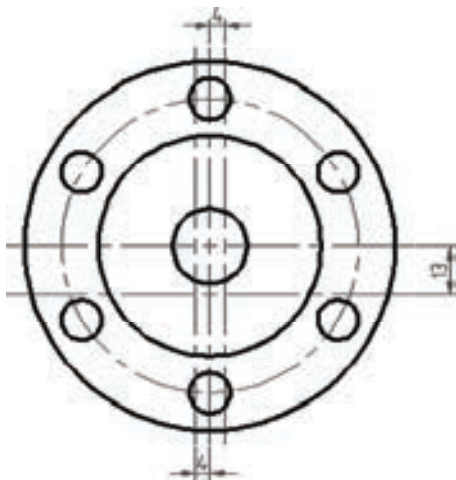

图 8-32 创建 3 条偏移线
7) 创建 3 条偏移线。单击“修改”面板中的“偏移”按钮 , 创建图 8-32 所示的辅助中心线。